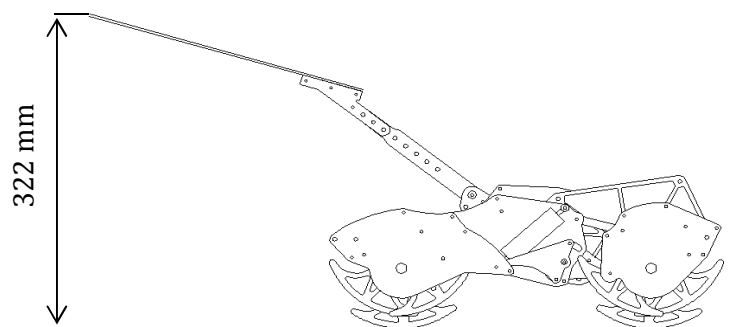

図5 アームの可動域
- ・シールドアームの先端は図5のように、任意で地面から高さ20 cmを通過可能。